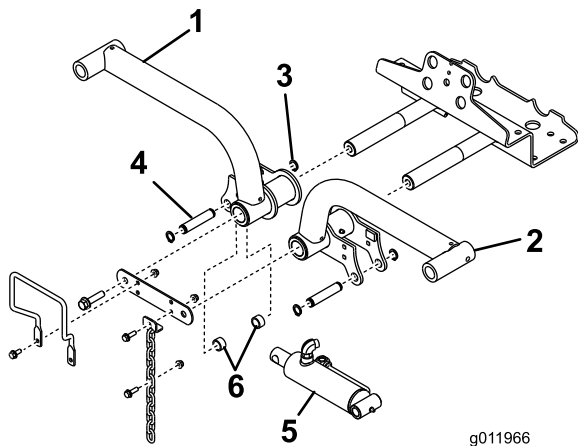

Figura 15
- Insira os braços de elevação nas hastes de articulação dos braços de elevação (Figura 15) e fixe cada uma ligação do veio da articulação do braço de elevação e os parafusos anteriormente retirados.
- Fixe a extremidade direita do cilindro de elevação no braço de elevação direito com um pino e 2 espaçadores ((Figura 15),). Fixe-a com um anel de retenção.